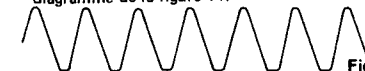

Fig. 11
- 2) Régler RT101 pour que l'oscillogramme obtenu à l'oscillateur AF soit égal à celui représenté sur le diagramme de la figure 11.